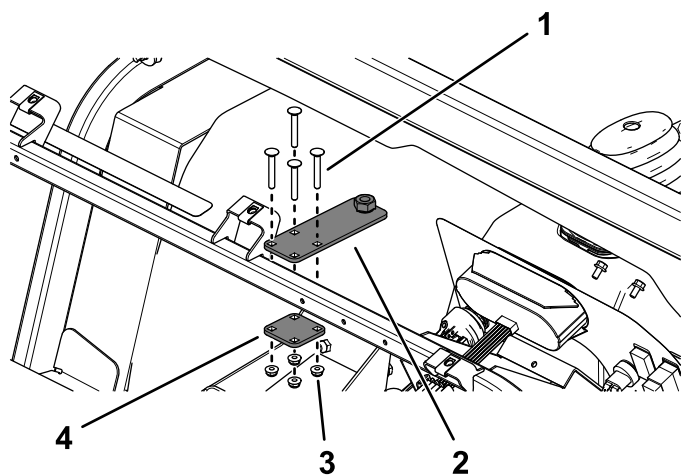

Figura 36
2. Montai placa de ajustare i placa spate la suportul pentru plana de bord utilizând cele 4 uruburi de fixare ($\frac{1}{4} \times 1\frac{3}{4}$ ") i piuliile cu guler ($\frac{1}{4}$ ") aa cum se arată în Figura 36.